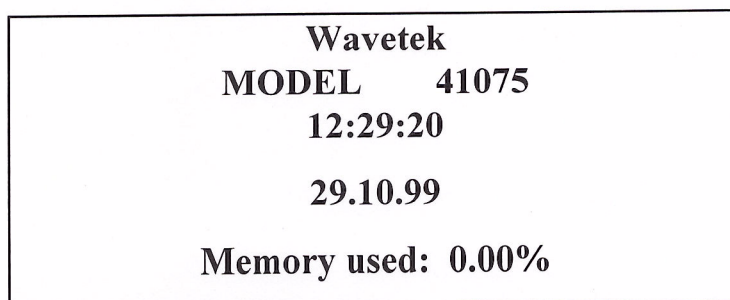

Рис. 1
8.2.5. При положительном прохождении контроля на табло прибора появится меню "START" (рис.1). Устройство готово к использованию.